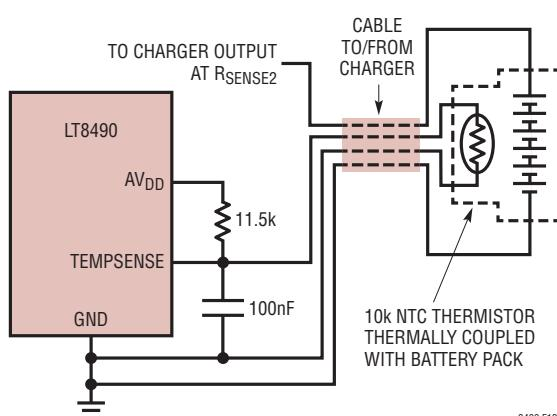

図12. バッテリ温度検出回路
LT8490は、バッテリ・パックに熱的に結合したNTC(負温度係数)サーミスタを使用して、バッテリ温度を測定できます。温度モニタ機能をイネーブルするには、10kΩ、 $\beta = 3380$ のNTCサーミスタをTEMPSENSEピンとグランドの間に接続し、(図12に示すように) 11.5kΩの(許容誤差1%以内の)抵抗をAV_{DD}とTEMPSENSEの間に接続します。バッテリ温度モニタが必要ない場合は、サーミスタの代わりに10kΩの抵抗を使用してください。こうすると、バッテリが常に25°CであるとLT8490に示すことになります。
- バッテリの取り外し検出：LT8490では、TEMPSENSEピンの電圧をモニタすることにより、バッテリおよびサーミスタがチャージャから取り外されたかどうかを検出します。バッテリへの接続が切断されると、図12の矢印で示すようにサーミスタへの接続も切断されるので、TEMPSENSEの電圧は11.5kΩの抵抗を介してAV_{DD}の電圧まで上昇します。バッテリが存在しない時間の間、LT8490は充電を停止します。バッテリ(に加えて一体型のサーミスタまたは抵抗)がTEMPSENSEピンを介して検出されると、チャージャはステージ0で充電を自動的に再開します。